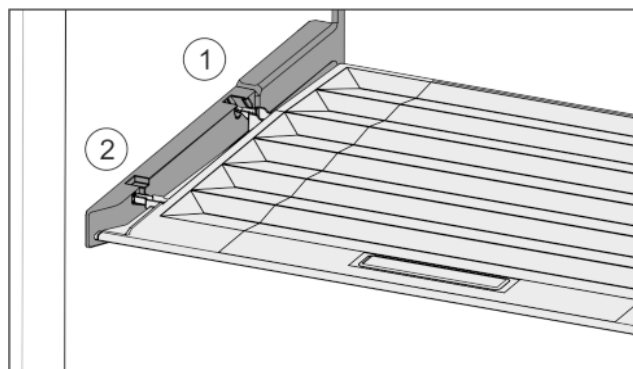

Fig. 29
- ▶ Ramiona pokrywy wprowadzić ponad otworem tylnego uchwyty Fig. 29 (1) i zazębić z przodu w uchwycie Fig. 29 (2).